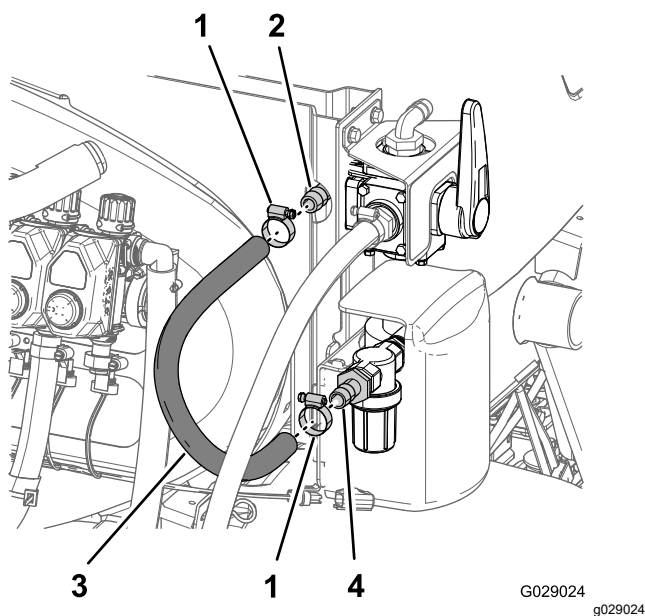

Figure 44
1. Branchez le flexible (1,9 x 61 cm) au raccord à 90° cannelé sur le côté intérieur de la vanne à 4 voies (Figure 44).
- Fixez le flexible au raccord au moyen d'un collier (Figure 44).
3. Branchez l'extrémité libre du flexible au raccord droit cannelé et fixez le flexible avec un collier (Figure 44).